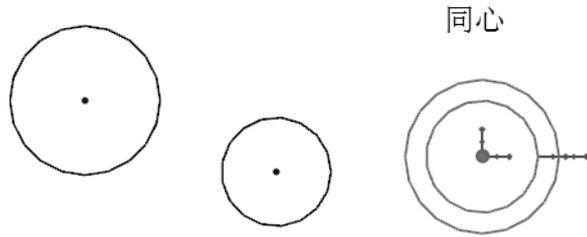

图 2-40 同心约束
(10) 同心 ：约束两圆或多个圆，使之同心，如图 2-40 所示。